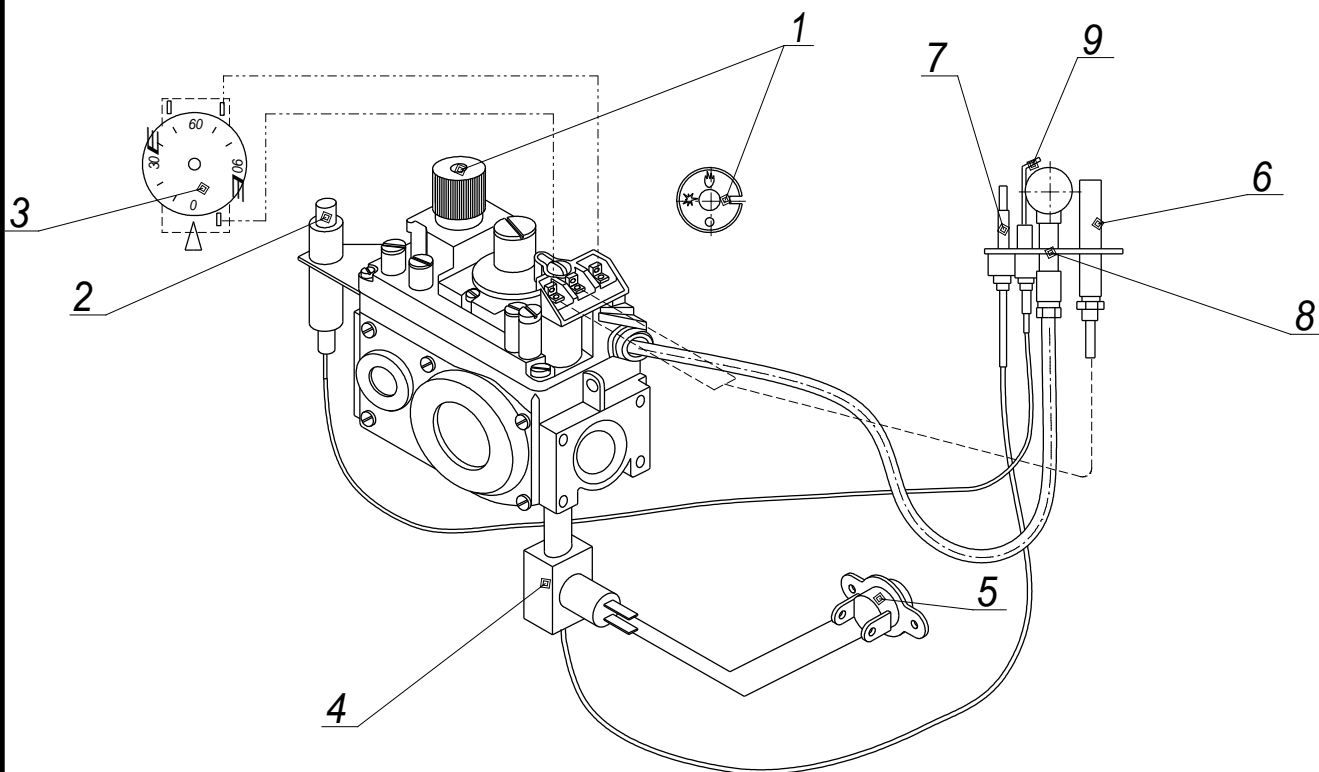

Рисунок 3- Блок безпеки та управління
- натиснути круглу рукоятку управління 1 (Рисунок 3) і повернути в положення  ;